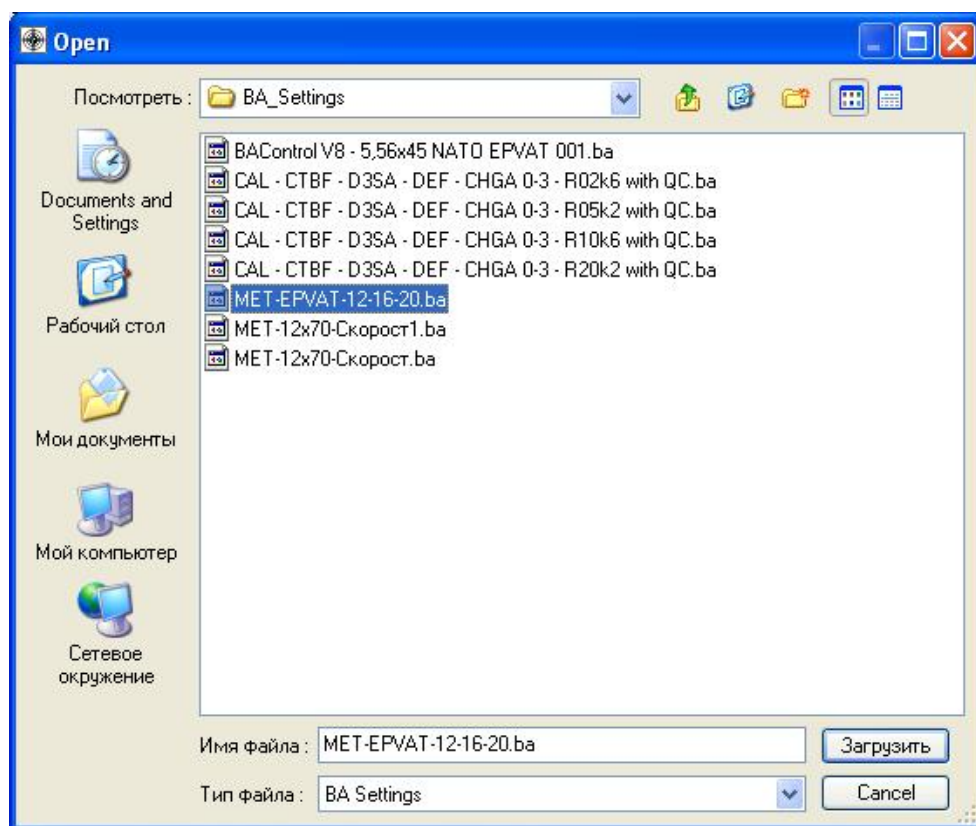

Рис.7.14 – Панель «Открыть»
7.3.4.14 Нажать кнопку «Открыть», вызывается панель «Open (Открыть)», смотри рисунок 7.14 Загрузить требуемую методику измерения. В этой панели выбрать файл „МЕТ – ЕРВАТ-12-16-20.ba“. Нажатием кнопки «Загрузить» производится автоматическая настройка параметров измерения.